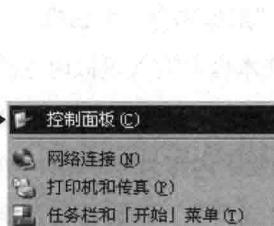

图 1.2.2 Windows 控制面板
- 步骤 02** 在图 1.2.2 所示的控制面板中，双击图标 。